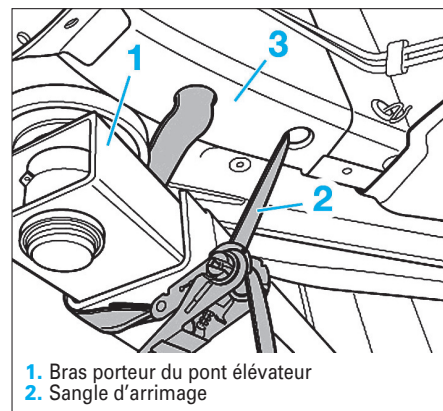

FIG. 75
- Déposer les obturateurs du longeron (3) et insérer la sangle d'arrimage (Fig.75).